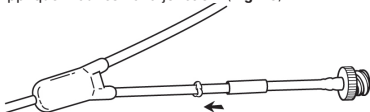

Fig. 14
5. Introduire complètement la canule métallique de l'extrémité du tube de rechange dans le tube prolongateur. (Fig. 14)